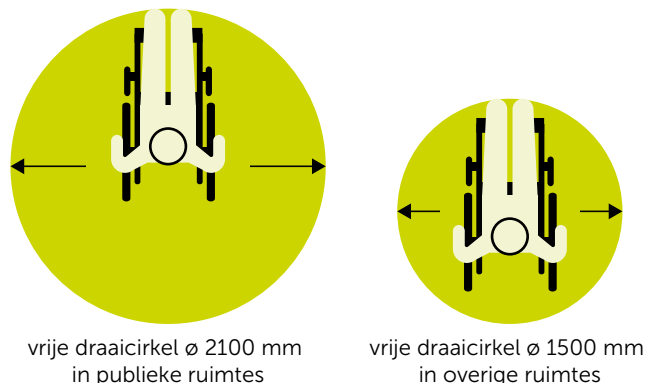

fig 6 Minimale manoeuvreerruimte voor rolstoelers. In de publieke ruimte is er ook ruimte voor scootmobieler.
- Ten minste 1x per 75 m moet een rolstoeler en scootmobiel kunnen keren. In de publieke ruimte is de keerruimte $\geq \varnothing 2100$ mm en in de overige ruimtes is dat $\varnothing 1500$ mm. (fig 6) De vrije doorgangshoogte is ≥ 2300 mm.